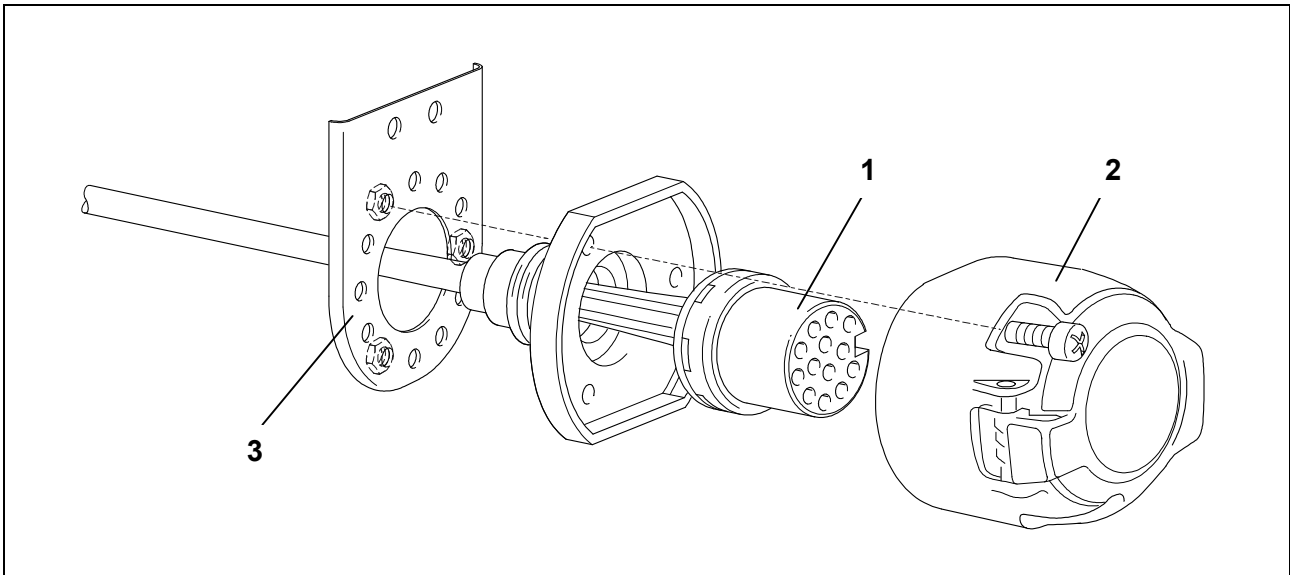

Abb. 2: Steckdose montieren
7. Den Kontakteinsatz (Abb. 2/1) in das Steckdosengehäuse (Abb. 2/2) eindrücken und die Gummidichtung an die Steckdose heranschieben.
8. Die Steckdose mit den beiliegenden Schrauben am Halteblech (Abb. 2/3) festschrauben.